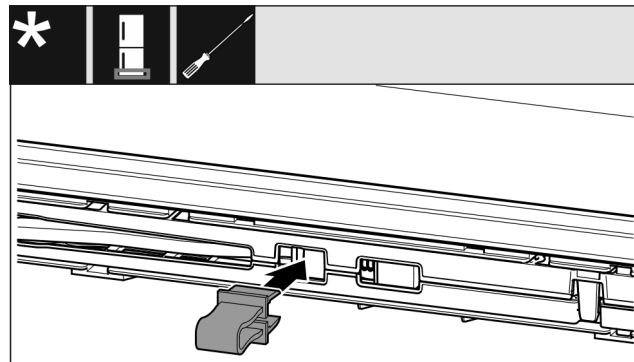

Fig. 14
- ▶ Zabezpieczenie zazębnić w otworze Fig. 14 ()